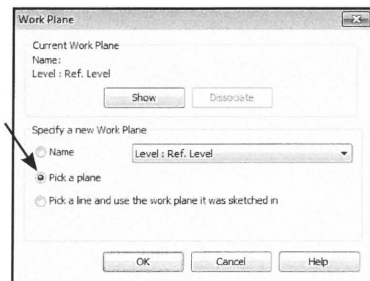

Fig. 08.47. Vælg *Pick a Plane*.
- Vælg *Pick a Plane* (Fig. 08.47).